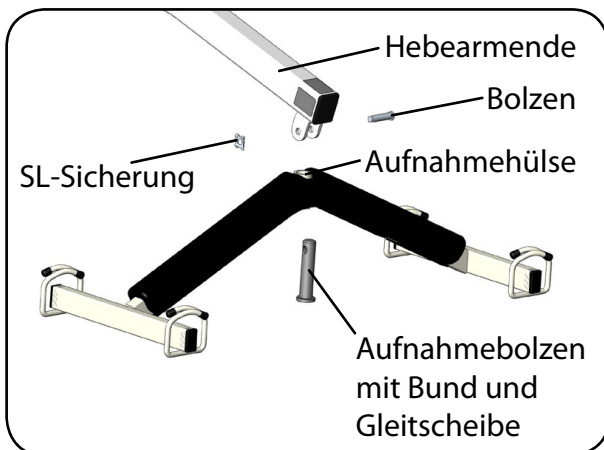

Abb. 6.1.11 - Montage Transportbügel
12. Zur Montage des Transportbügels entfernen Sie den, zum Transport befestigten, Bolzen mit SL-Sicherung und den Aufnahmebolzen mit Bund am Ende des Hebearms (Abbildung 6.1.11).
14. Stecken Sie den Aufnahmebolzen mit Bund, zusammen mit der Gleitscheibe, von unten durch die Aufnahmehülse des Transportbügels (Abbildung 6.1.11).